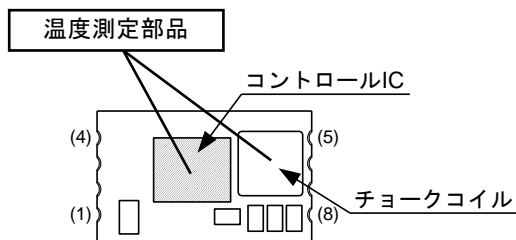

図 11
確実な冷却の為には実際の使用環境で測定することをお勧めします。特に実使用上の負荷が温度ディレーティングの最大値に近い場合は測定が必要です。ご使用の際には、部品温度は 120°C を超えないように注意してください。図 11 に温度測定部品を示します。
- ① 図 11 にて、コントロール IC 又はチョークコイルのいずれかの温度が 120°C に到達した時点の出力電流値
- ② コンバータの公称定格電流値